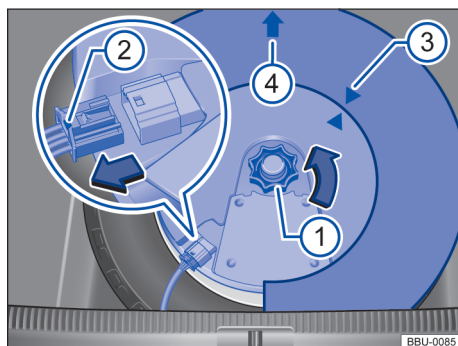

Fig. 133 No compartimento de bagagem: Desinstalar o subwoofer (variante 2).
- Colocar o subwoofer cuidadosamente na base do aro. A ponta do símbolo da seta → Fig. 133 ④ no subwoofer deve indicar para frente.
- Verificar se a ponta da seta no subwoofer coincide com a ponta da seta nas ferramentas de bordo ③.
- Inserir o conector ② até que o travamento encaixe de maneira audível.
- Girar o manípulo ① no pino rosqueável no sentido contrário da seta até que o subwoofer esteja fixado com segurança.